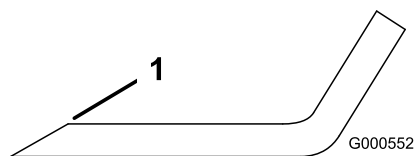

Figura 75
1. Utilice una lima para afilar el filo de corte en ambos extremos de la cuchilla (Figura 75).
Nota: Si la cuchilla no está equilibrada, rebaje algo el metal en la parte de la vela solamente (Figura 75).